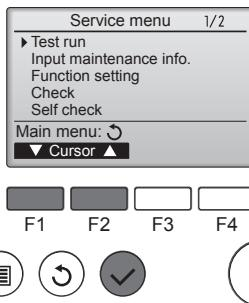

Fig. 7-4
- ③ С помощью кнопки **F1** или **F2** выберите пункт "Test run" (Тестовый прогон) и нажмите кнопку . (Fig. 7-4)